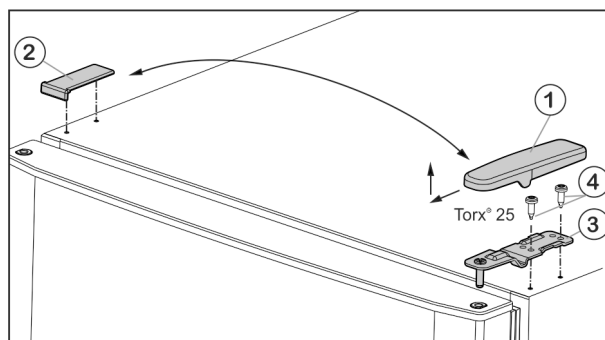

Fig. 5
- ▶ Enlever le cache Fig. 5 (1) vers l'avant et vers le haut.
- ▶ Retirer le cache Fig. 5 (2).
- ▶ Dévisser le support d'appui supérieur Fig. 5 (3) (2 Torx® 25) Fig. 5 (4) et retirer vers le haut.
- ▶ Placer le support d'appui supérieur *Fig. 5 (3)* sur le nouveau côté charnière de porte.
- ▶ Revisser le support de palier (**en appliquant un couple de 4 Nm**) (2 Torx® 25) *Fig. 5 (4)*. Utiliser au besoin une visseuse sans fil.
- ▶ Remettre en place l'habillage *Fig. 5 (1)* du côté opposé depuis l'extérieur et l'enclencher.
- ▶ Remettre en place l'habillage *Fig. 5 (2)* du côté opposé depuis le dessus et l'enclencher.